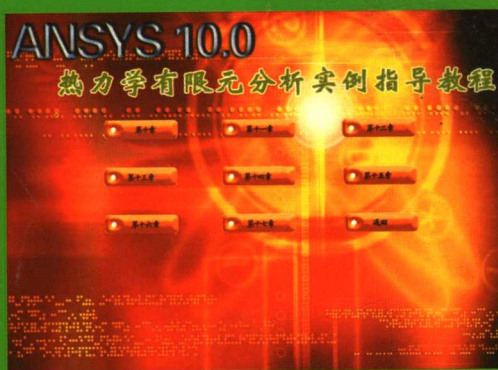

图3 动画演示界面
4. 单击界面中的【动画演示】按钮，则进入动画演示界面，如图3所示。单击动画演示界面上任意一个按钮，则进入动画播放界面，同时会播放配有背景音乐的操作过程动画，如图4所示。